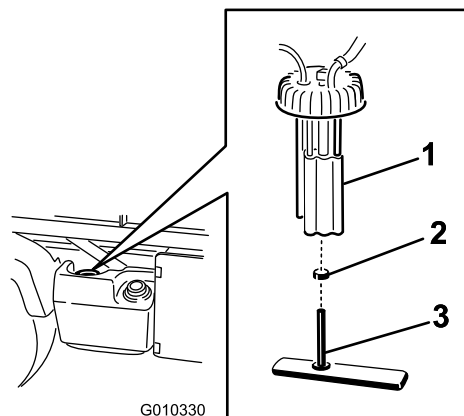

図 44
2. 燃料ポンプからワイヤハーネスのコネクタを外す (図 44)。
3. ホースのクランプをゆるめ、燃料ポンプキャップから燃料ラインを外す (図 44)。
4. 燃料タンクの上部についている燃料ポンプのキャップ (ねじ込み式) を外す (図 44)。
5. タンクから、燃料ポンプアセンブリと燃料フィルタを外す (図 44)。
6. 燃料フィルタのホースを燃料ポンプのフィッティングに固定しているクランプを外す。フィッティングからホースを取り外す (図 44)。